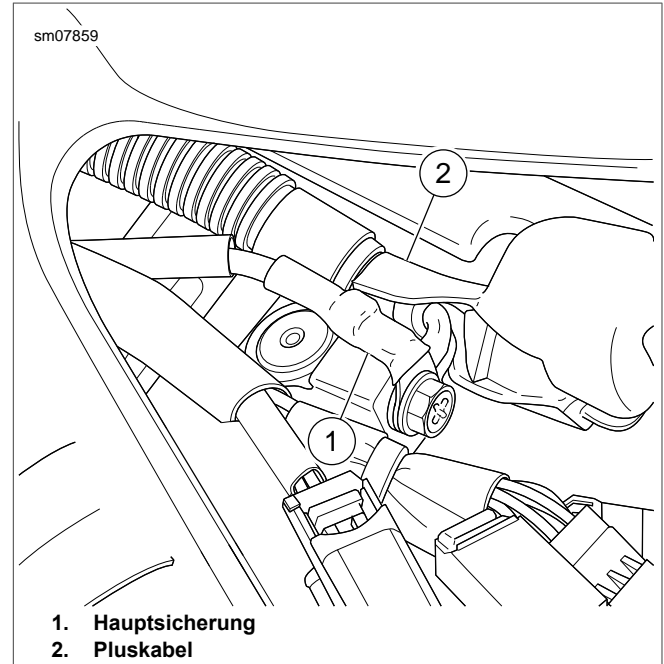

Abbildung 62. Pluspol
4. Siehe Abbildung 62. Schraube des Batteriepluspols durch das Kabel der Hauptsicherung (1) und dann durch das Hauptkabel des Batteriepluspols (2) installieren. Auf ein Drehmoment von 6,8–7,9 N·m (60–70 **in-lb**) anziehen.